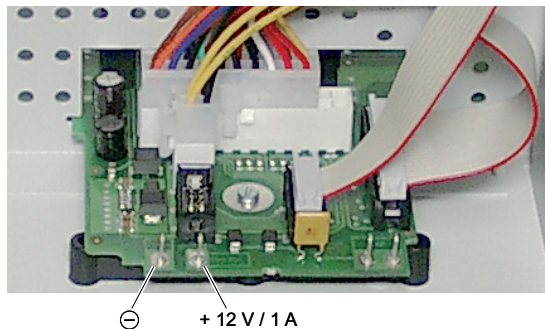

Abb. 16: Spannungsversorgung für zusätzlichen Lüfter
- Der elektrische Anschluss erfolgt gemäß Abb. 16.